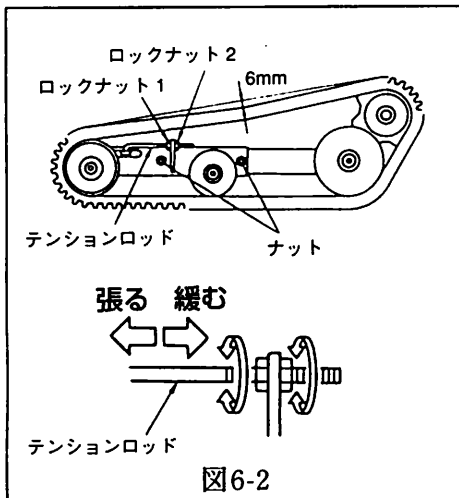

図6-2
クローラの張りは、中央部においてタワミ量が6mmを標準とします。(図6-2参照) 調整の必要がある場合には、次の手順に従ってください。
1. アイドラフレームのナットと、テンションロッドのロックナットを緩めます。(図6-2参照)